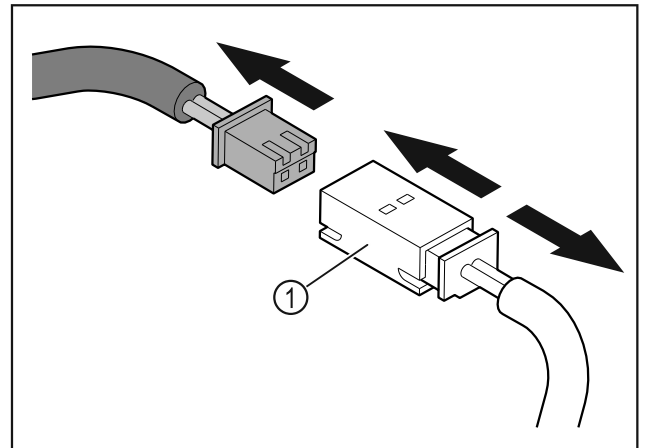

Fig. 10
- ▶ Αποσυνδέστε το φιν και την υποδοχή του φιν Fig. 10 (1).